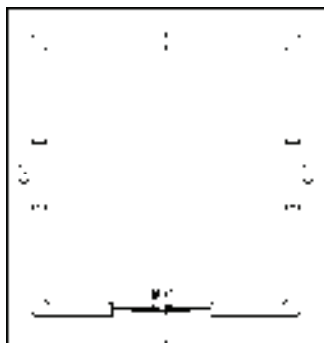

图 7-82 人字坡顶
- 4) 单击“确定”按钮，即可完成人字坡顶的绘制，结果如图 7-82 所示。